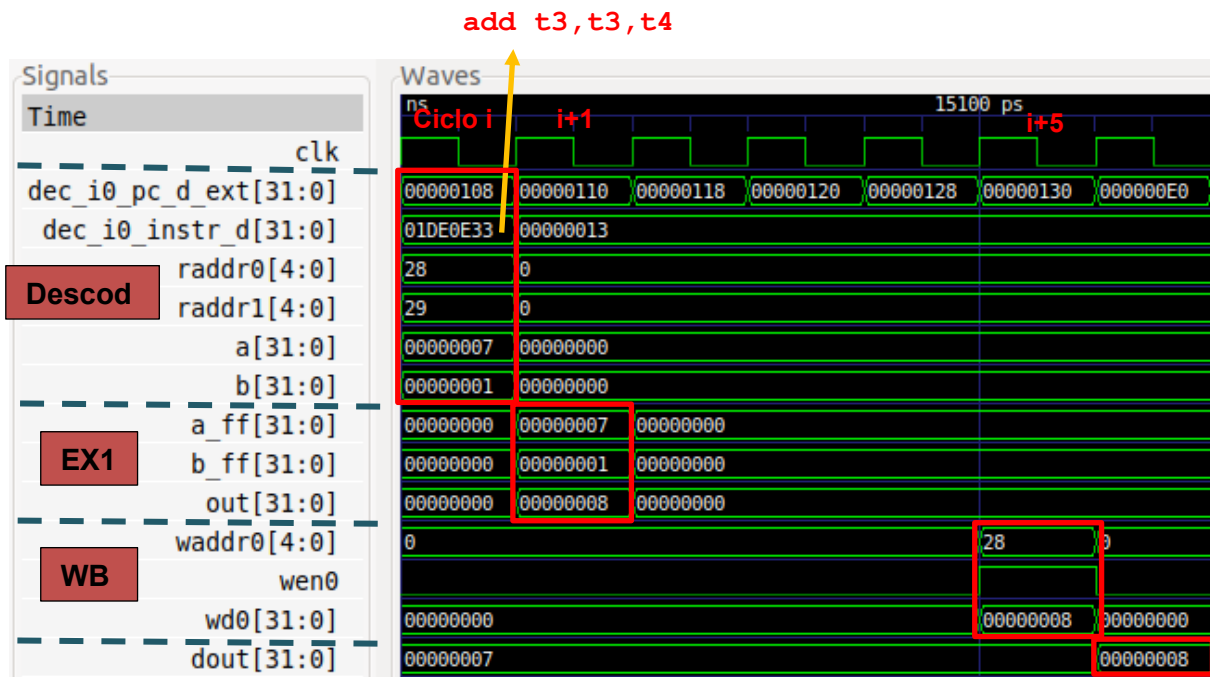
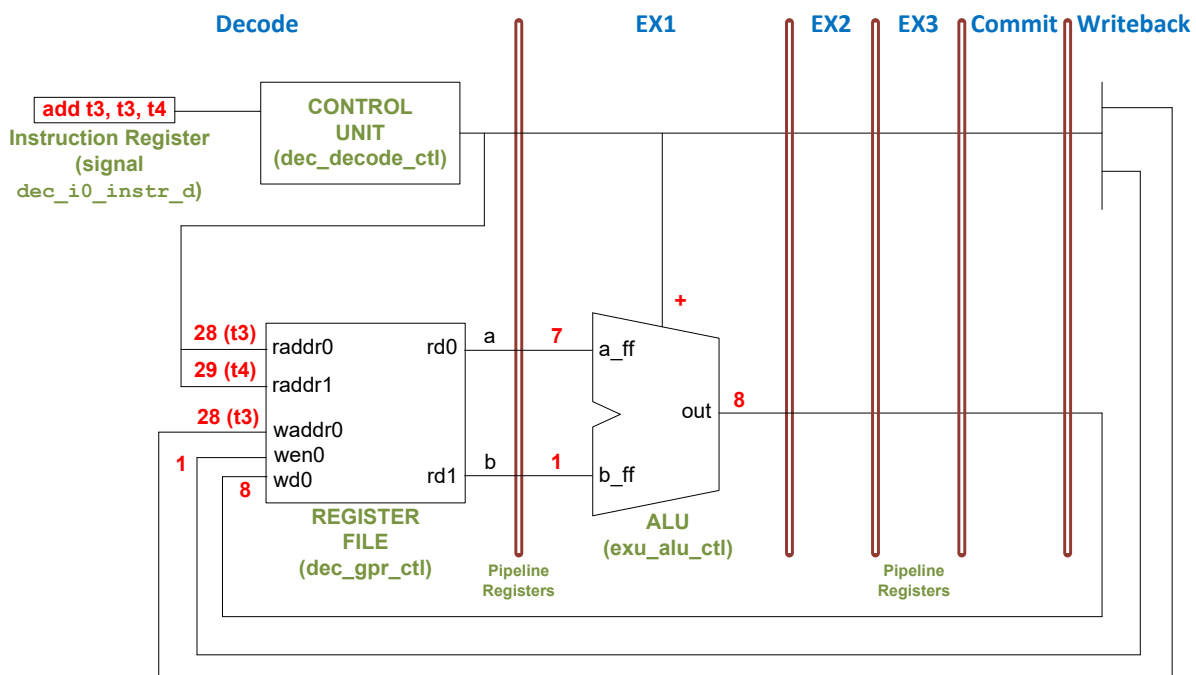
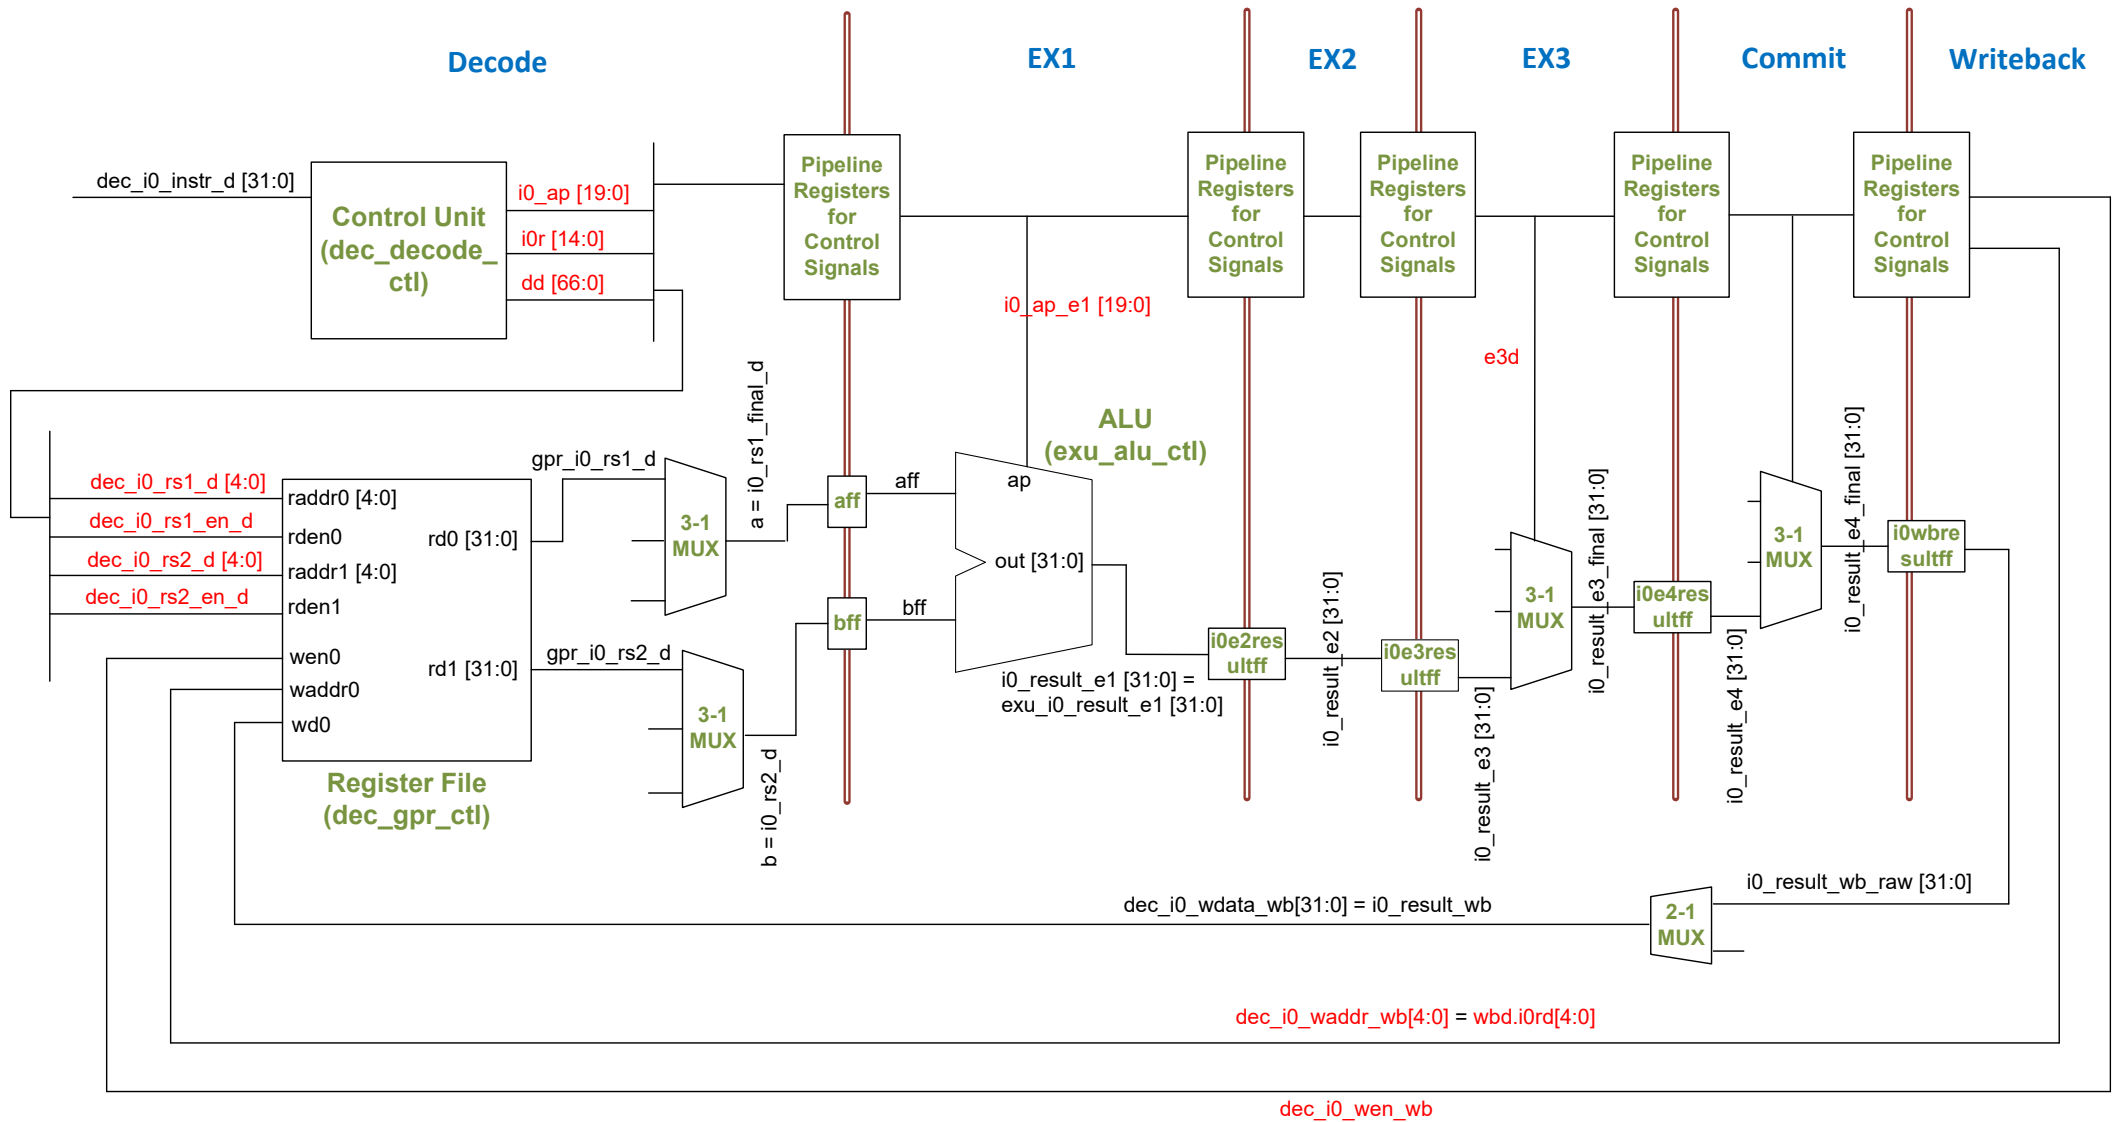
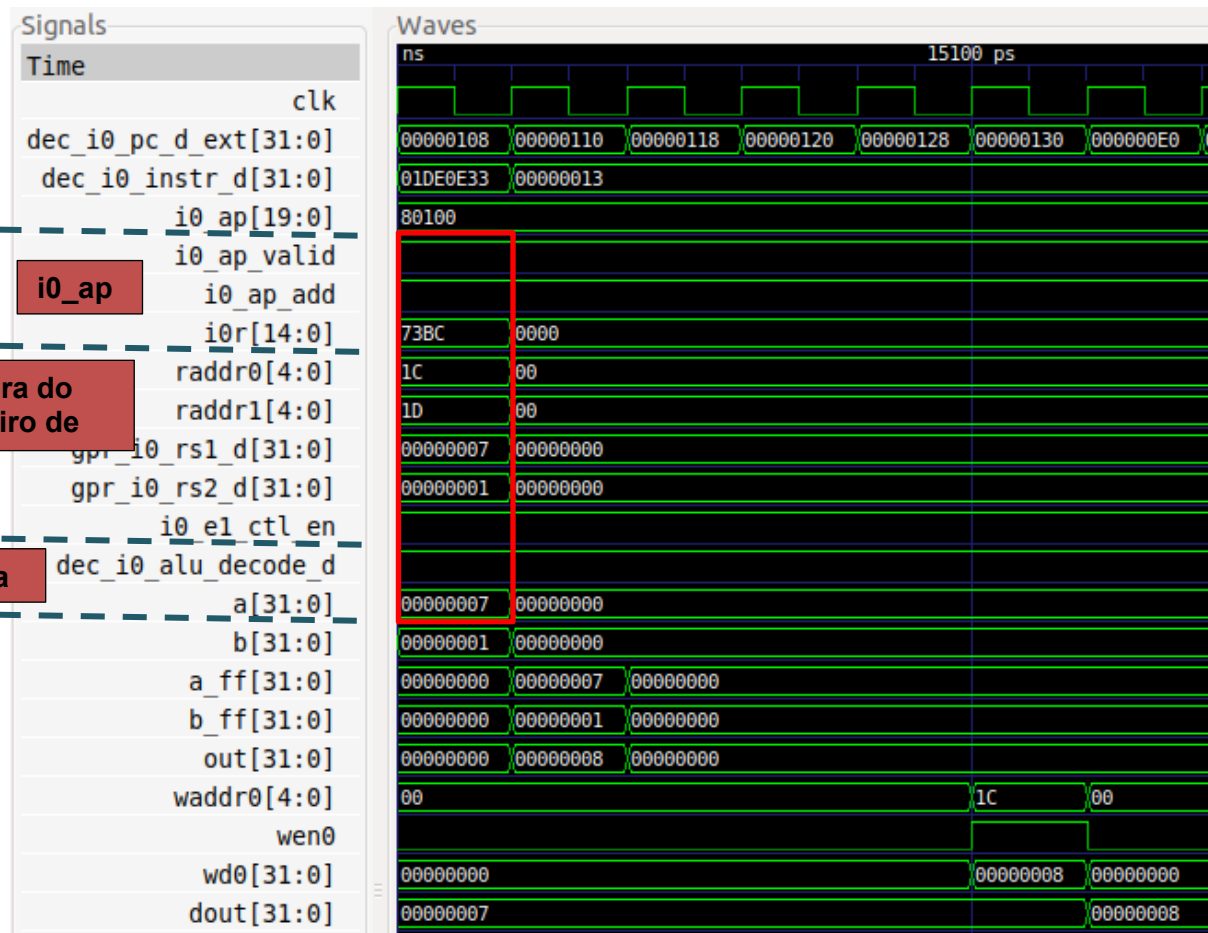

Figura 3. Simulação do Verilator para o programa de exemplo da Figura 2
Figura 4. Pipeline SweRV EH1 a executar uma instrução de add
Figura 6. Principais unidades utilizadas pelas instruções aritmético-lógicas que passam pelo Pipe I0
Figura 7. Simulação Verilog do programa de exemplo da Figura 2 incluindo sinais de controlo e portas de leitura do ficheiro de registo
Figura 3 mostra a simulação do Verilator do programa da Figura 2 para a execução da instrução `add` na quarta iteração do laço. A figura inclui alguns sinais associados aos andares Decode, EX1 e Writeback (WB). Os valores destacados a vermelho correspondem à instrução `add` à medida que atravessa estes três andares através do Pipe I0. Note que os sinais mostrados na figura correspondem ao Pipe I0.
Figura 4 mostra um diagrama simplificado do pipeline SweRV EH1 executando a instrução `add` durante a quarta iteração do ciclo (ver programa em Figura 2) através do Pipe I0. Note-se que a figura junta o estado do processador em diferentes ciclos:
TAREFA: Replicar a simulação da Figura 3 no seu próprio computador. Para o fazer, siga os passos seguintes (descritos em pormenor na Secção 7 das GSG):
[RVfpgaPath]/RVfpga/Labs/Lab12/ADD_Instruction/) para abrir os mesmos sinais que os mostrados na Figura 3. Para isso, no GTKWave, clique em *File - Read Tcl Script File* e selecione o ficheiro *test_1.tcl*.
Seguimos a instrução `add` através do pipeline, analisando a forma de onda da Figura 3 e o diagrama da Figura 4 ao mesmo tempo, e como descrito abaixo.
Nesta secção, analisamos os andares percorridos pela instrução `add`, desde o Decode até ao Writeback, com mais pormenor do que na secção A e adicionamos progressivamente mais sinais à simulação a partir de Figura 3.
Figura 6 mostra um diagrama detalhado dos principais elementos que uma instrução `add` atravessa durante a sua execução através do Pipe I0. Isto já foi ilustrado na Figura 4 do Lab 11 (recomendamos a comparação de ambas as figuras), mas agora concentramo-nos apenas no Pipe I0 e fornecemos detalhes relacionados com a instrução `add`. Pode ser necessário fazer *zoom* na figura para ver os detalhes. Os nomes dos sinais de controlo são apresentados a vermelho, enquanto os nomes dos sinais de dados são apresentados a preto. Estes nomes são os nomes atuais utilizados nos módulos Verilog do SweRV EH1. Símbolos iguais (=) representam atribuições de sinais no código Verilog.
TAREFA: Localizar as principais estruturas e sinais da Figura 6 nos ficheiros Verilog do processador SweRV EH1.
Como também explicado no Lab 11, os operandos de entrada são fornecidos ao Pipe I0 (`i0_rs1_final_d` e `i0_rs2_d`) através de dois multiplexers 3:1 implementados no andar de Decode (ver Figura 6). Na instrução `add` do nosso exemplo, ambos os operandos de entrada são obtidos diretamente do Register File:
TAREFA: Localizar no código Verilog (módulo **exu**) o multiplexer 3:1 na parte inferior (segundo operando de entrada) e tentar encontrar a origem das suas entradas (na Figura 6 só é mostrada a entrada que vem do Register File). Não é necessário analisar as entradas com muita atenção, uma vez que estas serão analisadas nos exercícios propostos na Secção 3 e em laboratórios futuros.
A Figura 7 estende a simulação do Verilator da Figura 3 acrescentando os sinais introduzidos acima:
TAREFA: Replicar a simulação da Figura 7 no seu próprio computador. Pode utilizar o script `.tcl` fornecido em: `[RVfpgaPath]/RVfpga/Labs/Lab12/ADD_Instruction/test_2.tcl`. Note que neste ficheiro `.tcl` são utilizados aliases para alguns dos bits de controlo.
Analisar a forma de onda da Figura 7. Como explicado anteriormente, todos os bits de `i0_ap` são 0, exceto os bits `valid` e de `add`. Como também explicado, o sinal `i0r` contém os identificadores dos dois registos de origem e um de destino da instrução de adição. Usando `i0r.rs1` e `i0r.rs2`, o Register File é acedido (ver sinais `raddr0` e `raddr1`) e os valores lidos são fornecidos ao Pipe I0: `gpr_i0_rs1_d = a = 0x7` e `gpr_i0_rs2_d = b = 0x1`. Finalmente, pode ver que ambos os sinais de validação e ativação são 1, pelo que a ALU do Pipe I0 será usada no próximo ciclo.
TAREFA: No exemplo da Figura 2 substitua a instrução `add` por uma instrução não A-L (como uma instrução `mul`). Verifique se o sinal `i0_ap` tem todos os seus campos iguais a 0 e se isto faz com que a ALU I0 não funcione (verá que os sinais `a_ff` e `b_ff` para o Pipe I0 no andar EX1 permanecem estáveis para esta instrução). Pode usar o mesmo ficheiro `test_2.tcl` usado no exemplo da Figura 7.
TAREFA: Incluir os novos sinais analisados nesta secção na simulação da Figura 7.
TAREFA: Efetuar uma simulação de uma sub-instrução semelhante à da Figura 7. Lembre-se que pode incluir novos sinais na simulação através do ficheiro **.tcl**.
No último andar, o resultado da instrução `add` é escrito no Register File, como se mostra na Figura 6. O resultado de 32 bits (`i0_resultado_wb_raw[31:0]`) foi computado no andar EX1 e foi propagado para este andar. Passa por um multiplexer 2:1 antes de ser passado para o Register File (a outra entrada deste multiplexer vem do Divisor, como analisaremos no Lab 14). O endereço do registo (na Figura 7 o sinal `waddr0` é mostrado em hexadecimal, mas poderia ser mostrado em decimal, como explicado anteriormente) e os sinais de permissão de escrita são fornecidos através dos Registos do Pipeline de Controlo.